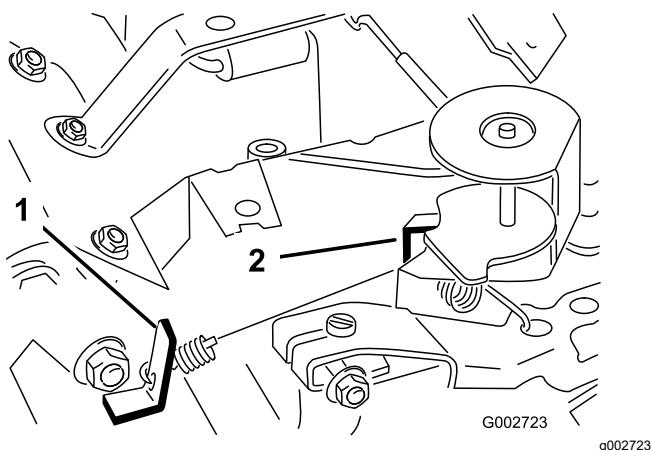

Figura 41
- Doble la pestaña de anclaje del muelle de regulación del ralentí (Figura 41) hasta obtener una velocidad de ralentí de 1675–1175 rpm.
- Doble la pestaña de anclaje del muelle de alta velocidad (Figura 41) hasta obtener una velocidad alta de 3350 – 3450 rpm.